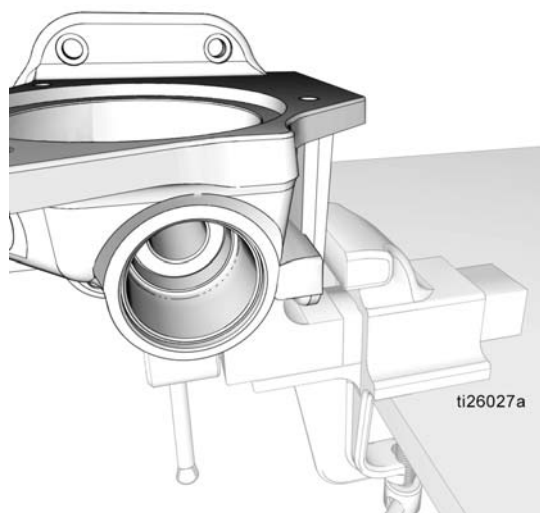

Рис. 39
4. Измените положение основания насоса (1) в тисках, как показано на Рис. 39.